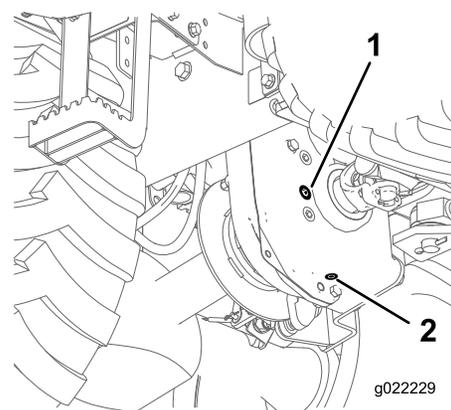

Figura 33
2. Limpie la zona alrededor del tapón de llenado con un disolvente (Figura 33).